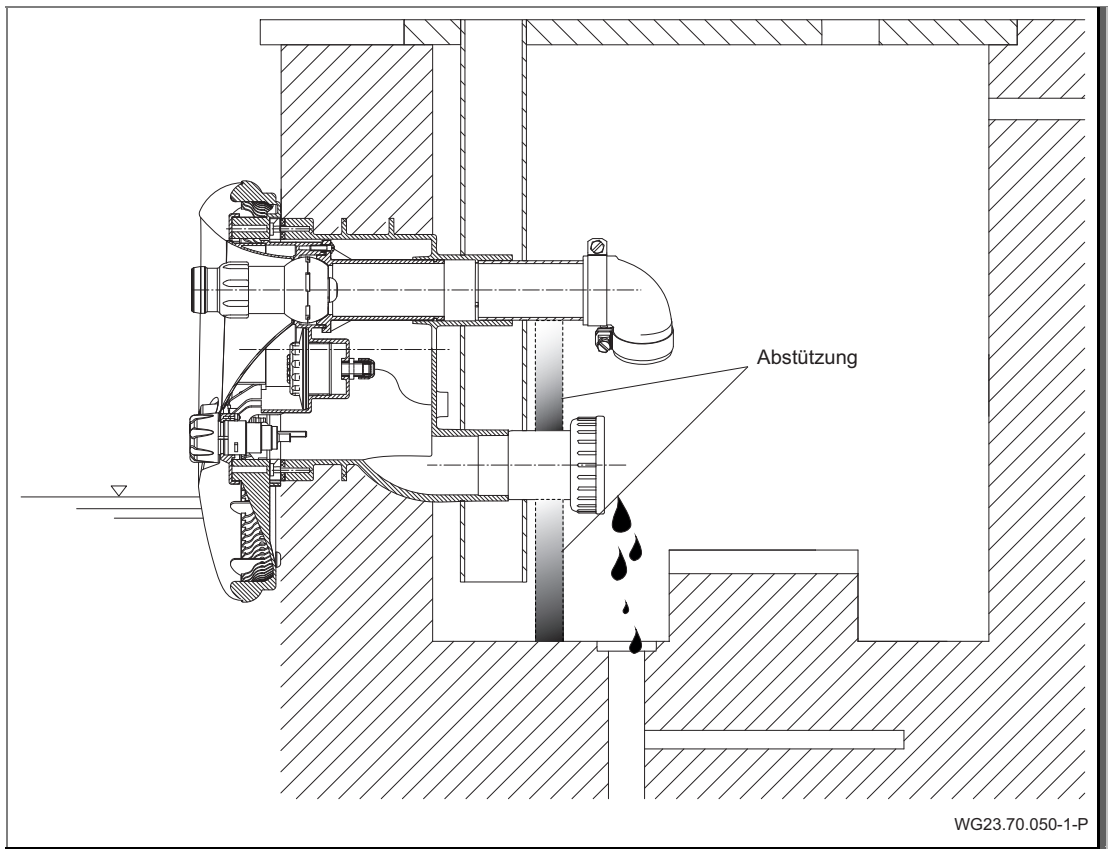

Abb. 28
- 3. Saug- und Druckleitung durch Abstützung entlasten. Siehe "Abb. 28" auf Seite 47.